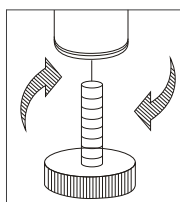

Figure 5
- Étape 4: Ajustez les pattes réglables des montants pour mettre l'unité à niveau. (Voir la Figure 5)